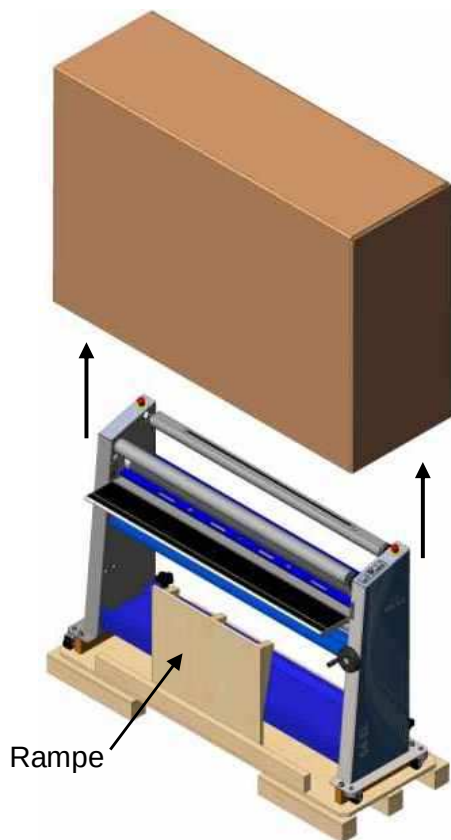

Figure 2
2. À deux, soulevez avec précaution la boîte droit au-dessus de la machine (cf. figure 2).